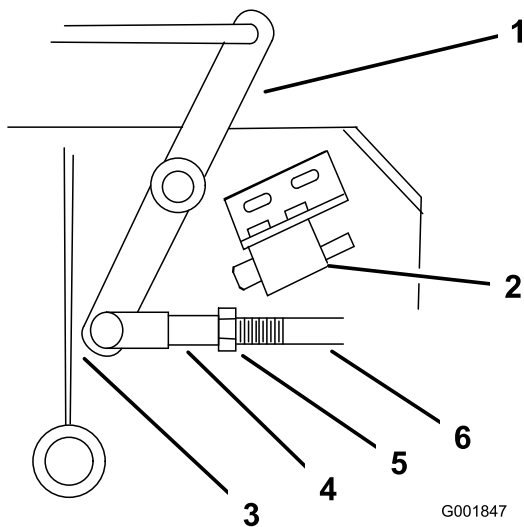

Figura 49
4. Ajuste o comprimento da ligação para onde a extremidade inferior da manivela sai da fixação de apoio do eixo (Figura 49).
9. Desaperte a porca junto da forquilha (Figura 49).